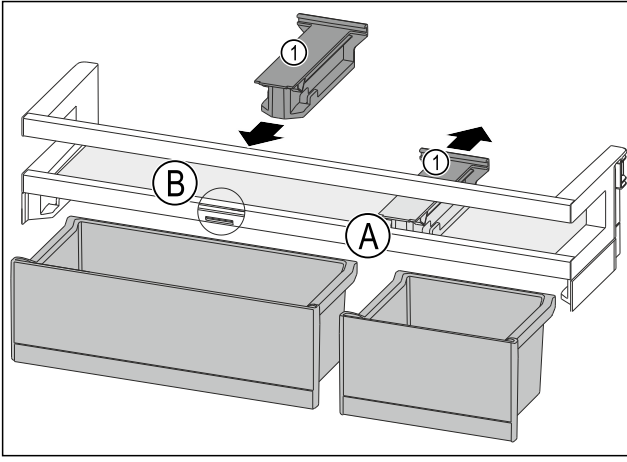

Fig. 82
- Tutma parçasını Fig. 82 (1) konumda Fig. 82 (A) arkaya doğru çıkartın.
- Tutma parçasını Fig. 82 (1) konuma Fig. 82 (B) yerleştirin.